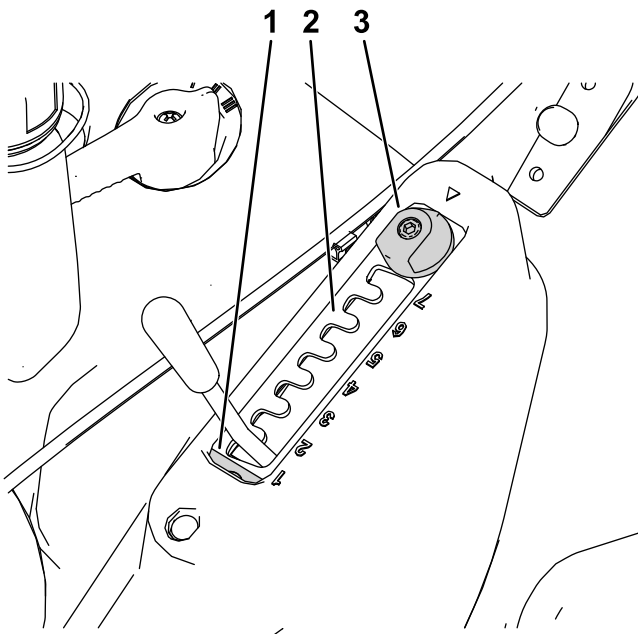

図 13
2. マッチカットアジャスタを 180° 回転させる  図 12 と  図 13。